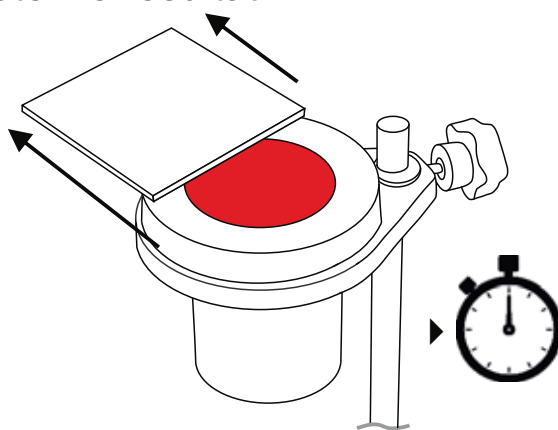

Figure 4
- 7 Retirez la plaque de verre et enclenchez le chronomètrea (Figure 4).